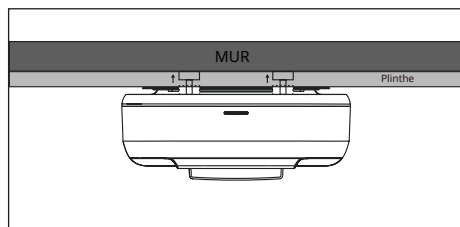

Figure 1
4. Lors d'un fonctionnement normal, maintenez un espace ouvert et dégagé de 100 cm ($3,28\text{ pi}$) à l'avant et de 50 cm ($1,64\text{ pi}$) des côtés gauche et droit. (reportez-vous à la Figure 1)